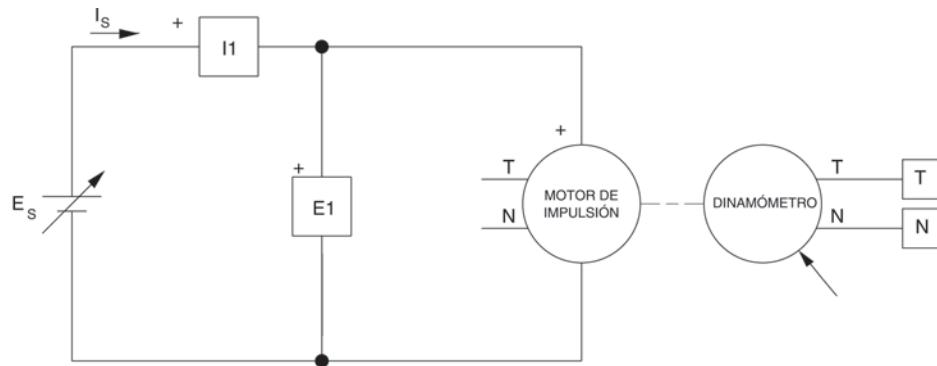

Figura 1-12. Motor de impulsión acoplado al Dinamómetro.
En la primera parte del ejercicio, usted montará el equipo en el Puesto de trabajo, lo conectará como lo muestra la Figura 1-12 y realizará los ajustes apropiados en los dos módulos Motor de impulsión / Dinamómetro.
- 5. Conecte los módulos como lo muestra la Figura 1-12.